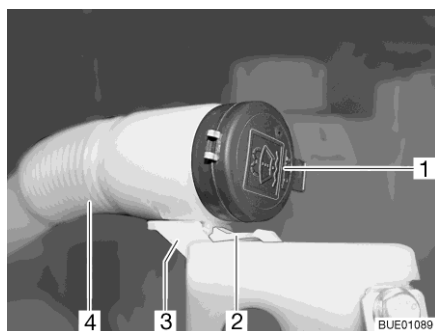

Bild 44 Påfyllningsöppning spolarvätskebehållare
- Tryck ner tappen (Bild 44,2) och håll den nedtryckt.
- Dra ut den böjliga slangen (Bild 44,4) framåt ut ur hållaren (Bild 44,3).
- Tag av locket (Bild 44,1) från spolarvätskebehållarens påfyllningsöppning.